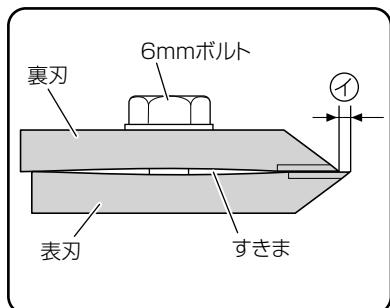

図 19
(1) 木材の用途(柱および板など)に合わせて表刃の刃先が裏刃の刃先から①寸法出るように調整してから、5個の6mmボルトを付属の10mmボックススパナで締付けます。(図19)
①寸法 柱……0.4~0.5mm
(2) 表刃と裏刃の合わせ面は図19のようにすきまがあり、刃先の部分が開かないようになっています。締めすぎると刃先の部分が開き、木材の切削面に逆目ができることがありますのでご注意ください。